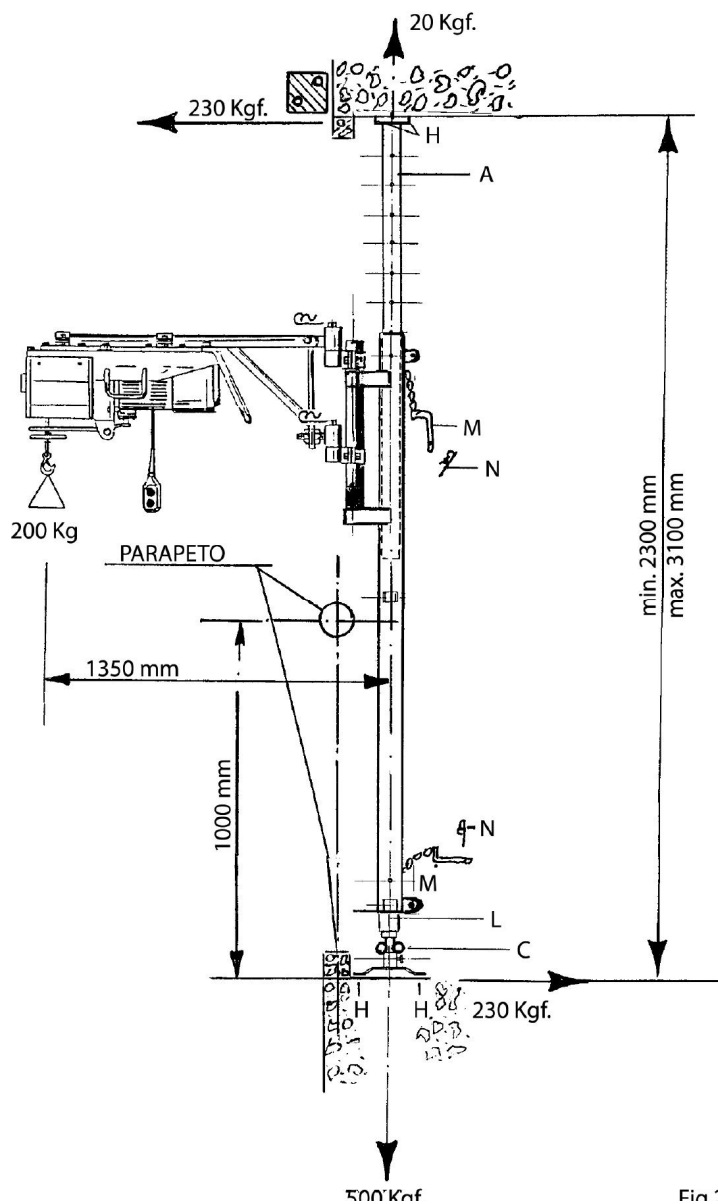

FIG. 3 — Instalación con puntal: cotas y fuerzas transmitidas
Se puede utilizar el puntal sin las barras de base, los tirantes y la caja de contrapesos para una capacidad reducida a 200 kg, utilizando para ello la prolongación (A) y el pie regulable (L), el cual debe estar completamente atornillado en el interior (véase FIG. 3).